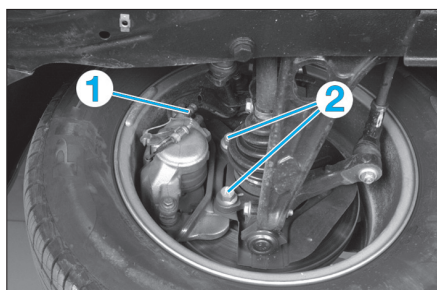

Fig. 2
- Desserrer le flexible de frein (1) sur l'étrier (Fig.2).